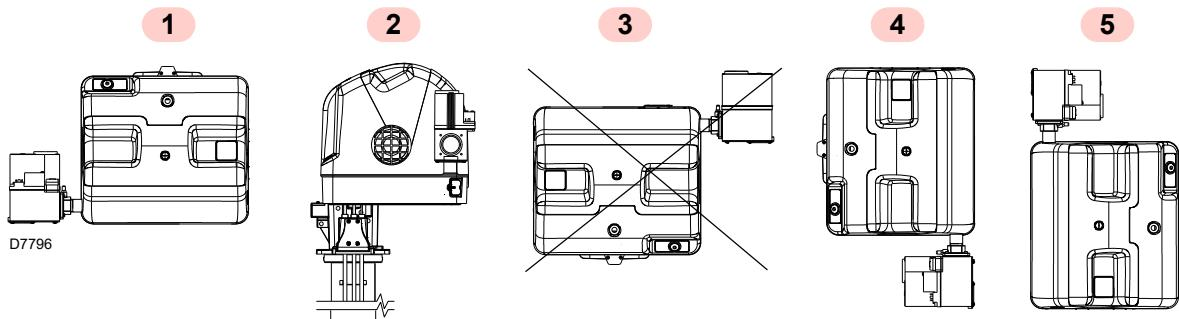

Fig. 11
- Le brûleur est exclusivement prévu pour fonctionner dans les positions **1, 2, 4 et 5** (Fig. 11).
- Toutes les positions nécessitent l'installation de la vanne gaz avec les bobines orientées vers le haut ou horizontalement (Fig. 11).